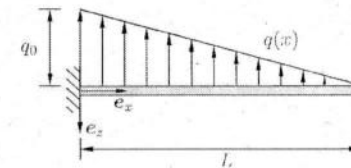

Abbildung 1.1: Dreiecksförmige Streckenlast.
- 1.1) Geben Sie die Funktion $q(x)$ der in Abb. 1.1 dargestellten Streckenlast an. Gegeben sind folgende Größen: $q_0 > 0$ und $L > 0$